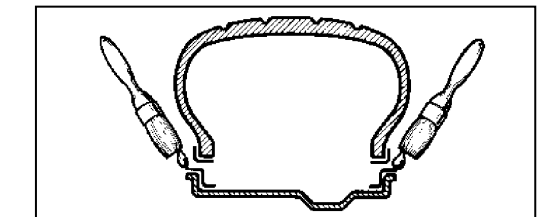

Fig.45
4. Lubricate both beads and the rim surface (Fig.45).
4. Graisser les talons et la surface de la jante (Fig.45).
4. Beide Wülste und die Felgenoberfläche schmieren (Abb.45).